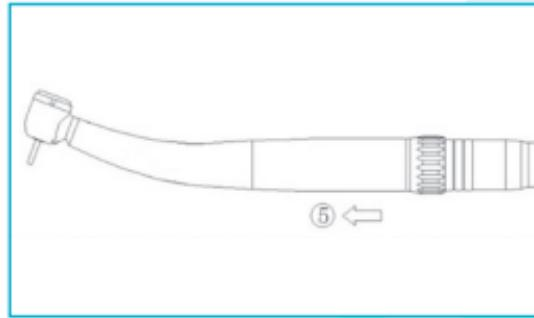

Fig. 6-3
Tenez fermement le coupleur à LED et tirez sur le dispositif médical en le tournant légèrement (Fig. 6-3⑤).